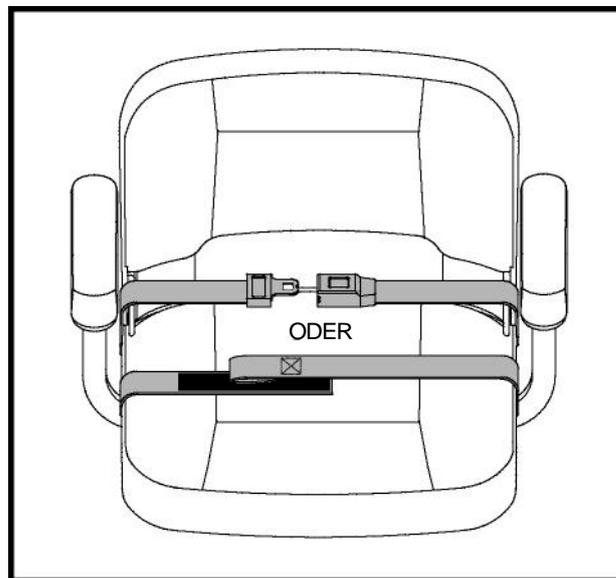

Abb. 18. Rückhaltegurte–Rückhaltegurt mit Schloß oder Rückhaltegurt mit Klettverschluss
1. **Schloßzunge in das Schloßteil stecken, bis der Schnellverschluß hörbar einrastet. Siehe Abb. 18.**
1. **Führen Sie die beiden Enden des Gurts zusammen, so dass die eine Seite des Klettverschlusses, an der sich die Schlaufen befinden, direkt über der raueren Seite mit den Widerhaken liegt. Zum Sichern fest zusammendrücken. Siehe Abb. 18.**